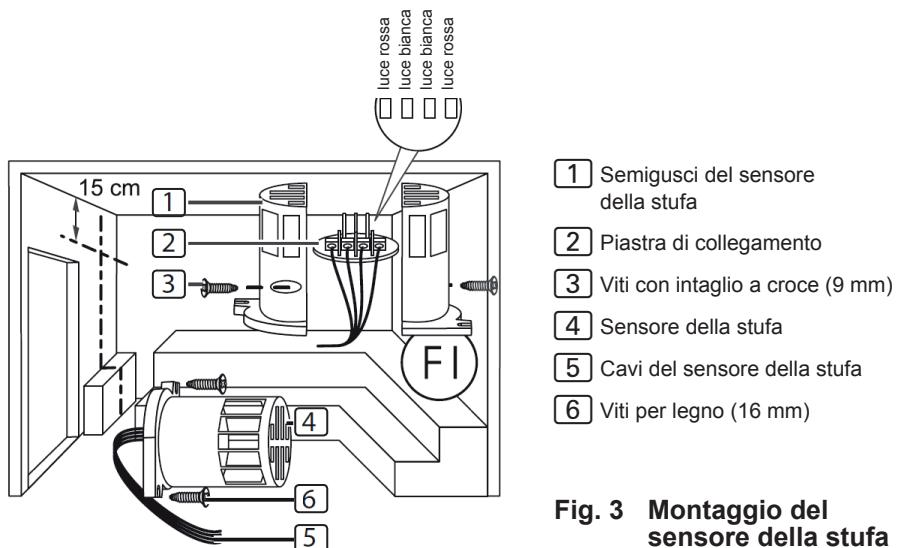

Fig. 3 Montaggio del sensore della stufa
Per il montaggio del sensore della stufa eseguire i seguenti passaggi (vedi **Fig. 3**):
3. Collegare i 4 pin del cavo del sensore della stufa **5** conformemente alla **Fig. 3**.
4. Posizionare la piastra di collegamento **2** nei semigusci del sensore in senso trasversale (come indicato nella **Fig. 3**).